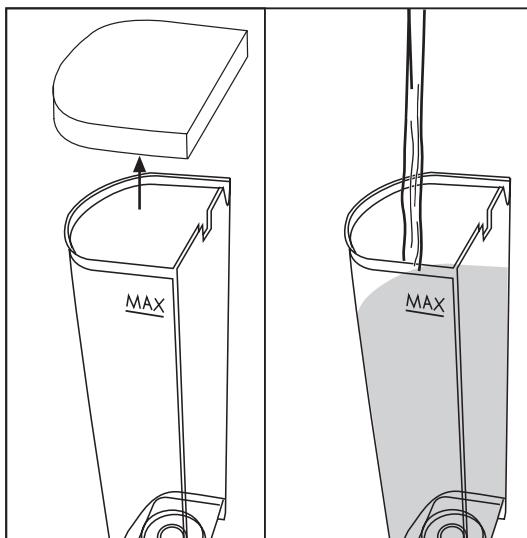

Fig. 2
- Retire la tapa y llene el depósito con agua fresca para un máximo de 1 l. (**Fig.2**)